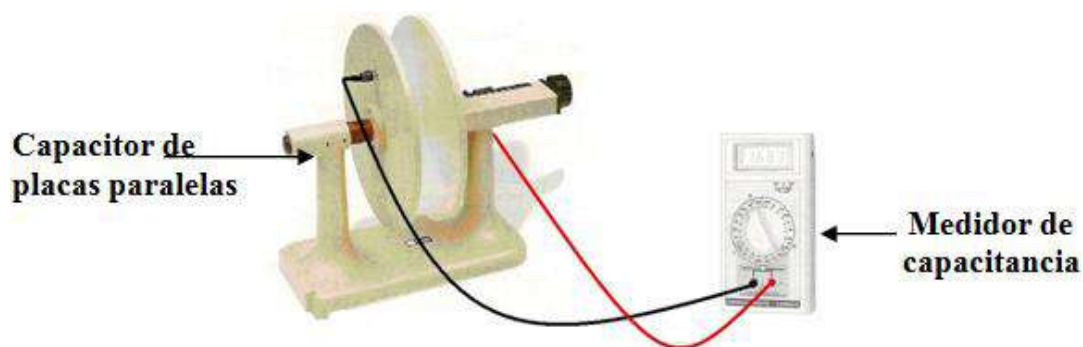

Figura 3.12 Medición de capacitancia
7.- De acuerdo a las mediciones de la figura 3.12 y 3.13 ¿En qué circuito se almacena una mayor energía?, justifica tu respuesta con cálculos.
m) Con ayuda del profesor mide la capacitancia del capacitor de placas paralelas, separadas 1mm, como se indica en la figura 3.12.
o) Haciendo referencia a la figura 3.12, coloca entre las placas del capacitor: madera, papel cascarón, hule y fibra de vidrio (una a la vez); midiendo la capacitancia en cada caso, primero con dieléctrico y luego sin él, conservando la distancia al sacar el dieléctrico, concentra tus mediciones en la tabla 3.3.